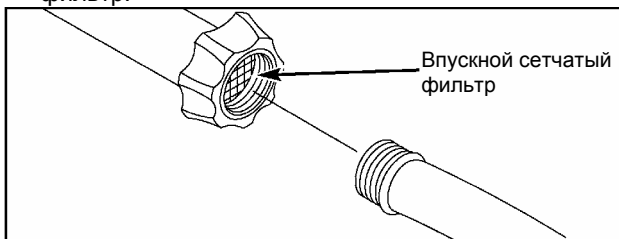

Рис. 6. Место подсоединения шланга подачи воды к впускному отверстию
3. Перед тем, как подсоединить шланг подачи воды к впускному отверстию мойки, осмотрите фильтрующую сетку (рис. 6). Очистите сетчатый фильтр, если он содержит загрязнения, или замените его, если он поврежден. См. раздел «Обслуживание». НЕ ЗАПУСКАЙТЕ мойку высокого давления, если поврежден впускной сетчатый фильтр.
5. Подсоедините шланг подачи воды (не превышающий длину 15 м) к впускному отверстию. Затяните рукой (рис. 6).